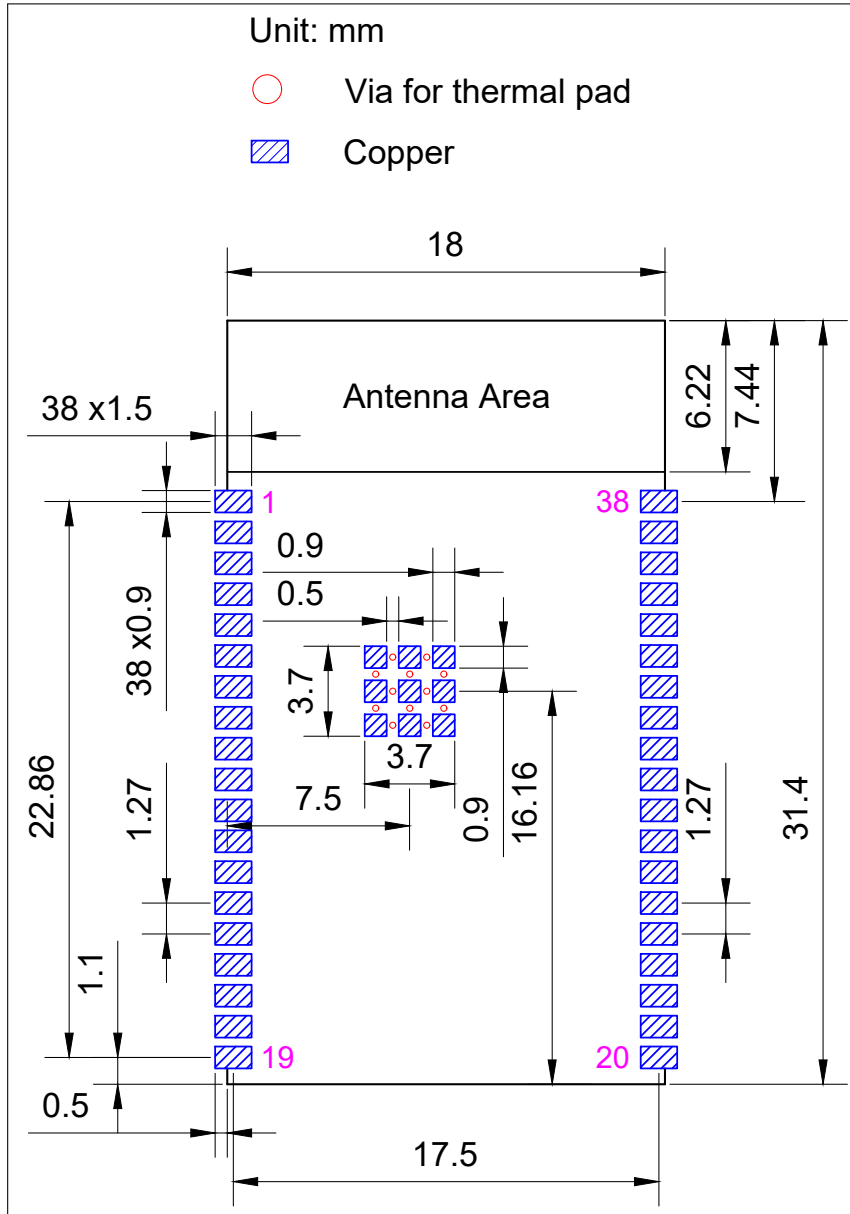

图 12: PCB 封装图形
- 推荐 PCB 封装图，标有 PCB 设计所需的全部尺寸。详见图 12 *PCB 封装图形*。
- 推荐 PCB 封装图的源文件，用于测量图 12 中未标注的尺寸。您可用 Autodesk Viewer 查看 ESP32-WROVER-E 和 ESP32-WROVER-IE 的封装图源文件。